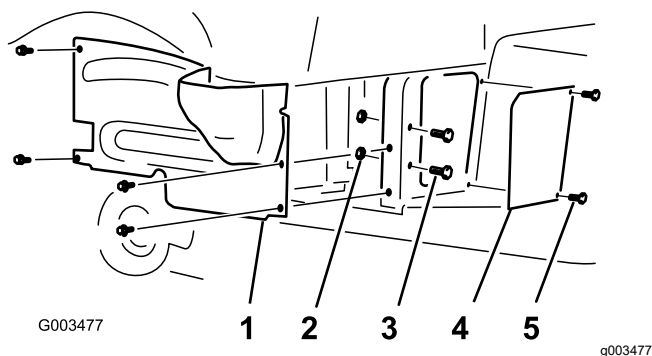

Рисунок 1
2. Снимите 4 винта с буртиком, которые крепят кожух правого колеса к раме (**Рисунок 1**).
4. Снимите 2 винта, 2 болта, 2 шайбы и 2 гайки, которые крепят щиток к раме, и сохраните шайбы для установки на более позднем этапе (**Рисунок 1**).